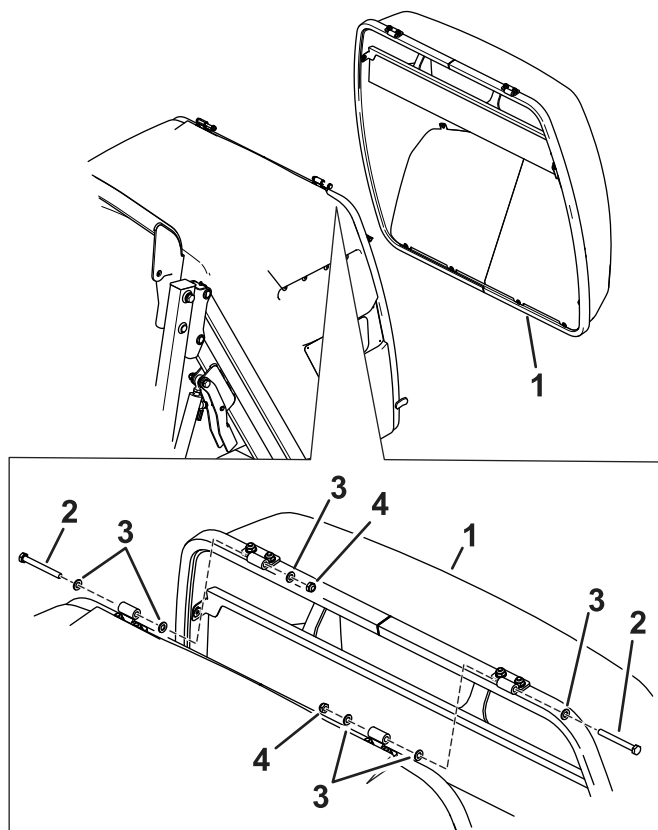

図 2
2. 外した金具を使用して、ホッパーのドアをホッパーに取り付ける 図 2を参照。